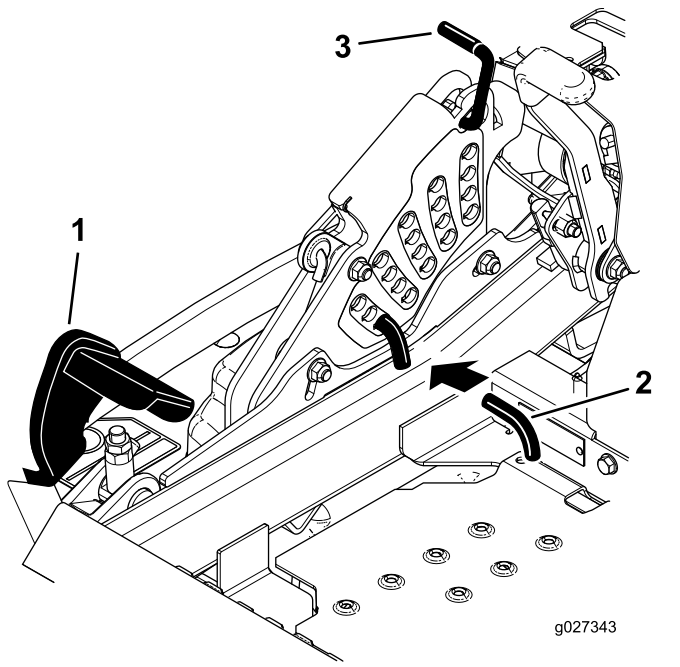

Figura 27
2. Pise el pedal de elevación de la carcasa y eleve la carcasa a la posición de transporte (que es también la posición de altura de corte de 140 mm - 5½"); consulte Figura 27.
3. Para ajustar la altura de corte, gire el pasador 90° y retire el pasador del soporte de altura de corte (Figura 27).
4. Seleccione el taladro del soporte de altura de corte que corresponde a la altura de corte deseada, e inserte el pasador (Figura 27).